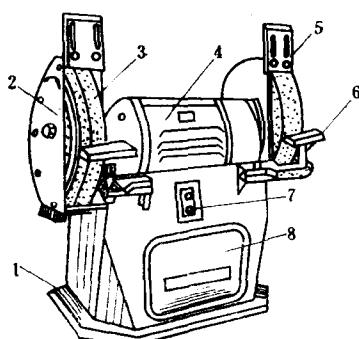

图 1-3 砂轮机
砂轮机的结构如图1-3所示，主要由机体1，砂轮片防护罩2、5，砂轮片3及其传动装置4，按钮开关7和电动机及传动装置8等组成。砂轮机使用操作时，先按动带红色标志的起动按钮，起动电动机带动砂轮片的传动轴旋转，待转速达到正常后即可进行磨削。停机时按动带黑色标志的停止按钮，即可停机。
(1) 砂轮的旋转方向应正确（如图1-3中箭头所指的方向），以使磨屑向下方飞离砂轮；
(2) 磨削时，工作人员应站在砂轮的侧面或斜面位置，不要站在砂轮的对面；
(3) 磨削时，避免工件对砂轮发生剧烈地撞击，防止砂轮碎裂。此外，应经常注意保持砂轮表面平整，发现砂轮表面严重跳动时，应及时修整；
(4) 砂轮机的托架与砂轮之间的距离一般应保持在3mm以内，否则容易发生磨削件被轧入的现象，甚至造成砂轮破裂飞出事故。